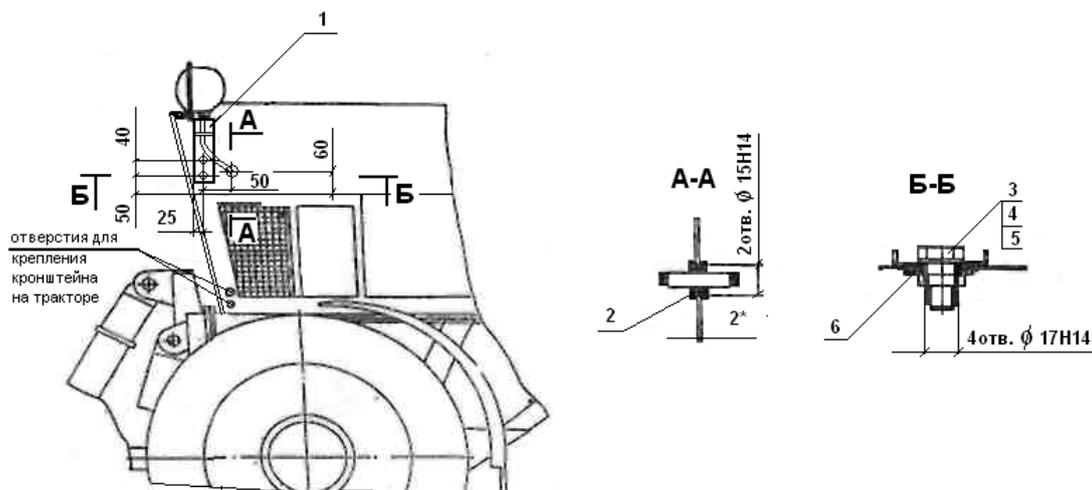

Рисунок 8 – Доработка электрооборудования МТЗ:
Для обеспечения достаточного освещения дороги и безопасности движения при выполнении работ и транспортных переездах машины с установленным впереди плужным отвалом, на тракторе необходимо переустановить передние фары (если они установлены на одном кронштейне с фонарями), (рис. 8). Для этого:
- просверлить отверстия в капоте под установку кронштейнов 1, втулок 2, в верхней части капота с каждой стороны согласно размерам, указанным на видах и сечениях (рис. 8);
Для обеспечения нормальной работы передних фар при транспортном положении плужного или бульдозерного отвала на машине фары подняты выше за счет перестановки кронштейнов фар (рис. 8). Регулировку переустановленных фар проводите в порядке, изложенном в разделе «Обслуживание электрооборудования» РЭ (ИЭ) трактора с учетом изменений при разметке экрана:
Поднятие фар обусловило соответствующую доработку утеплителя капота (рис. 8).